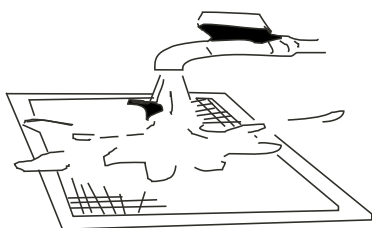

Рис. 2
- При промывании фильтра в воде держите его за загрязненную поверхность вниз (рисунок 2).